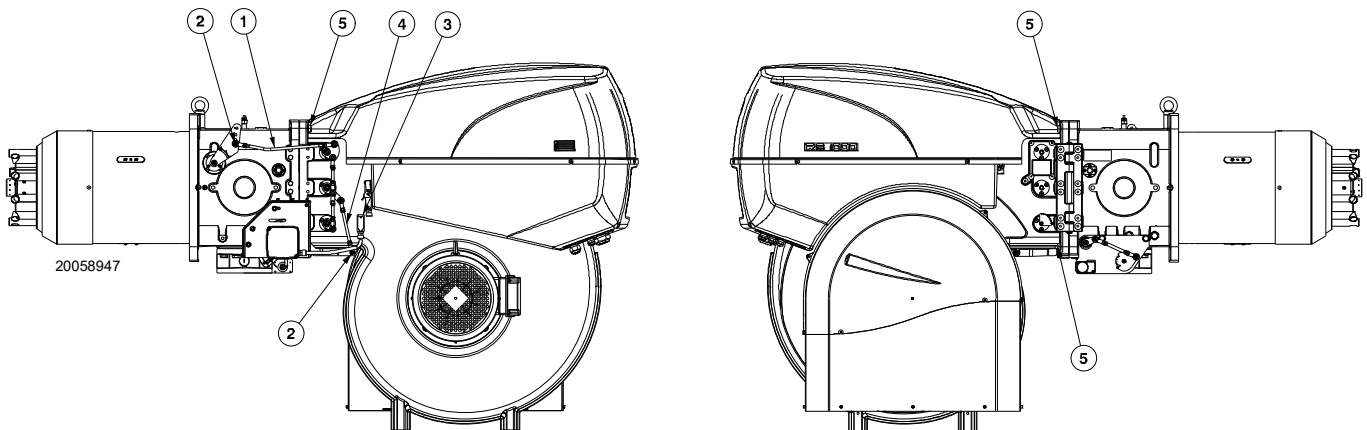

Abb. 34
- Entfernen Sie die Zuganker 1) und 4) (Abb. 34) des Hebels zum Bewegen des Kopfs und zum Öffnen der Klappen, lockern Sie dazu die Muttern 2);